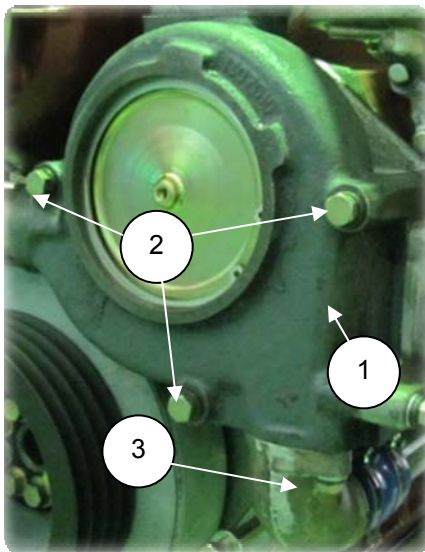

Рис. 6.26
2. Установить насос водяной (1) (850.1307010) (рис.6.26) на двигатель, собрать болты крепления водяного насоса с шайбами, завернуть болты на 2-3 нитки от руки;
3. Завернуть болты (2) (S=17) окончательно моментом $M_{кр} = 4,4-6,2$ кгс·м (рис. 6.26);
17. Установить патрубок отводящий (3) (рис. 6.26), установив прокладку и завернув два болта;